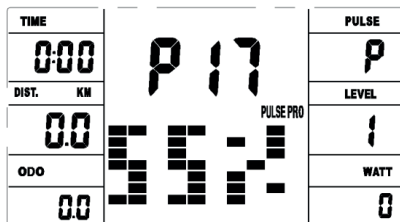
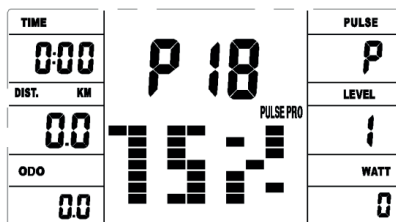
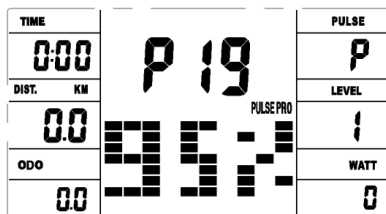

Bild 19
Bild 20
Bild 21
- Drücken Sie die Taste UP/DOWN, um das Herzfrequenz-Kontrollprogramm auszuwählen: 55% (Bild 19), 75% (Bild 20) oder 95% (Bild 21). Drücken Sie ENTER, um zu bestätigen.